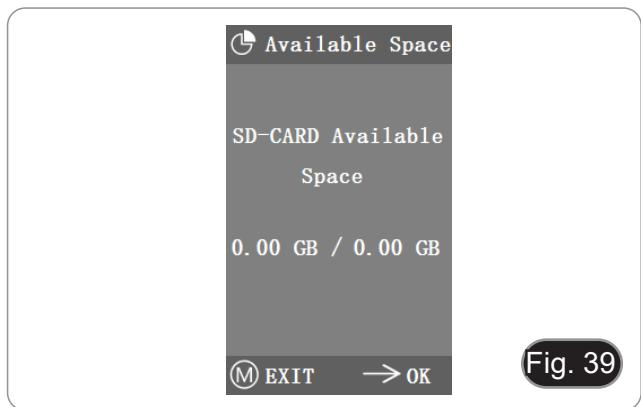

Fig. 39
2. Se “0,00 Gb / 0,00 Gb” for exibido (Fig. 39), o cartão SD não foi inserido com sucesso; por favor tente reinseri-lo.